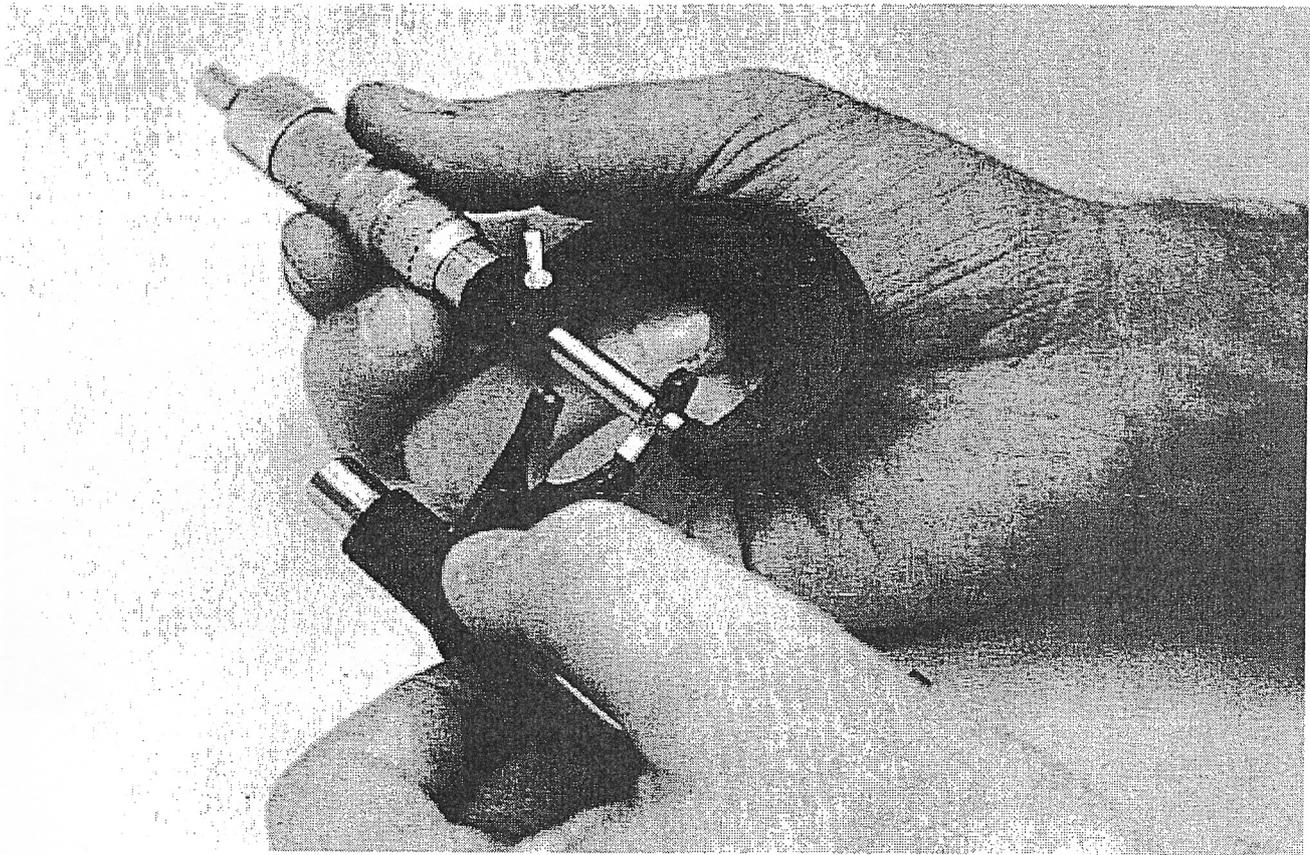

FIG. 39
7. Con el calibre o el micrómetro, mide cada punta de las tres horquillas (Fig 39). Todas deben medir no menos de 3.8 mm (0.148"). Si alguna mide menos cámbiala.